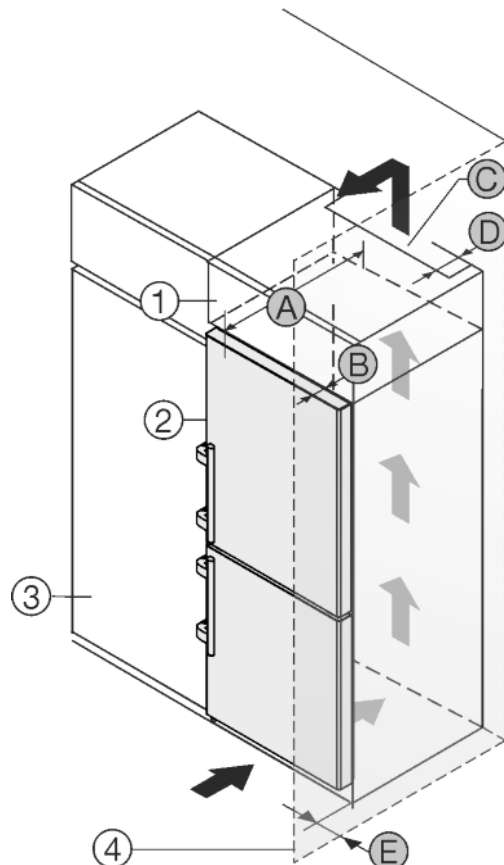

Fig. 12
Skabet kan indbygges i køkkenskabe. For at tilpasse skabet *Fig. 12 (2)* til køkkenelementerne kan der anbringes et ekstra skab *Fig. 12 (1)* over skabet.
Skabet kan opstilles direkte ved siden af køkkenskabet *Fig. 12 (3)*. For at døren kan åbnes helt, skal skabet rage frem med dybden *Fig. 12 (B)* i forhold til køkkenskabets forside. Skabet kan rage mere ud afhængigt af køkkenskabenes dybde og anvendelsen af vægafstandsstykker.
- På bagsiden af det ekstra skab skal der være en ventilationskanal med dybden *Fig. 12 (D)* i hele det ekstra skabs bredde.
- Ventilationstværsnittet *Fig. 12 (C)* under lokalets loft skal overholdes.
Hvis skabet opstilles med hængslerne ved siden af en væg *Fig. 12 (4)*, skal afstanden *Fig. 12 (E)* mellem skabet og væggen overholdes. Dette svarer til det, grebet rager frem, når døren er åben.